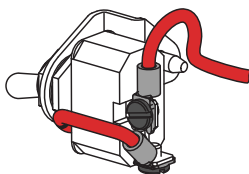

Figura 15
4. Desatornille los dos terminales y retire los conductores rojos de la bomba de la parte posterior del interruptor (vea la Figura 15).